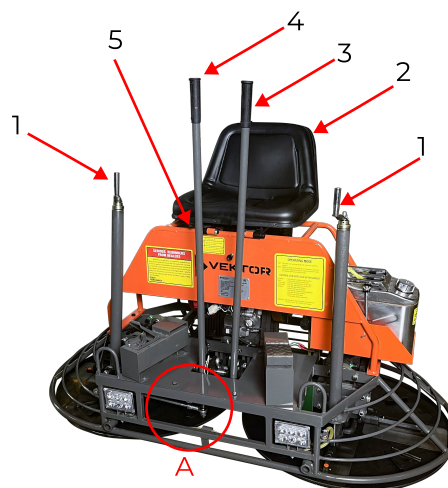

Рисунок 2
1. Открутите ручки под номером 1 (см. Рисунок 2) и установите их рычагом вверх как показано на рисунке.